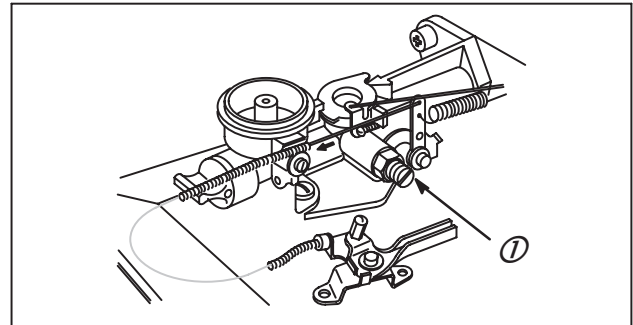

Fig. 15
Ensemble commande à distance – tourner la vis (1) dans le sens anti-horaire pour augmenter la vitesse, Fig. 15.